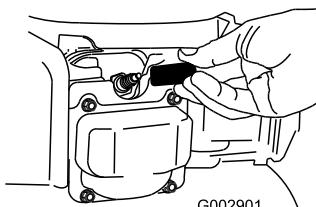

Figure 37
- Débranchez le fil de la bougie (Figure 37) avant de procéder à un quelconque entretien.